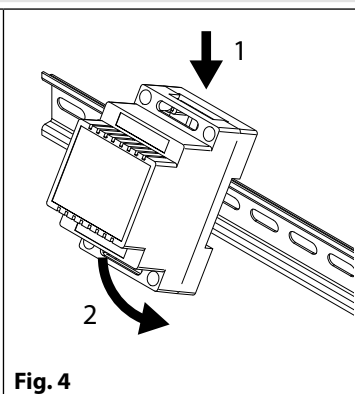
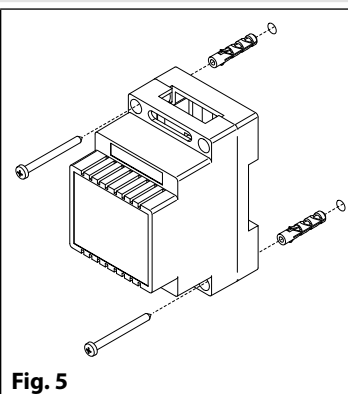

Fig. 4
Fig. 5
2. Fissare su barra DIN (**Fig. 4**) o direttamente a parete utilizzando le viti ed i relativi tasselli ad espansione (**Fig. 5**);